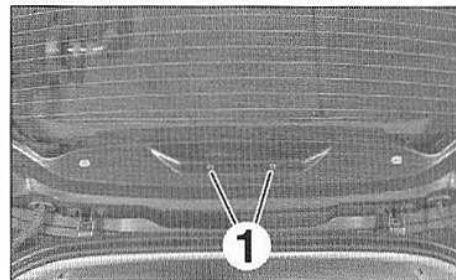

FIG.107
- Déposer les vis (1) (Fig.107).